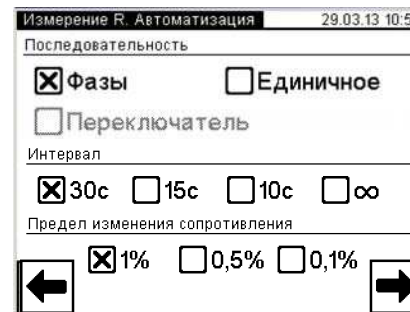
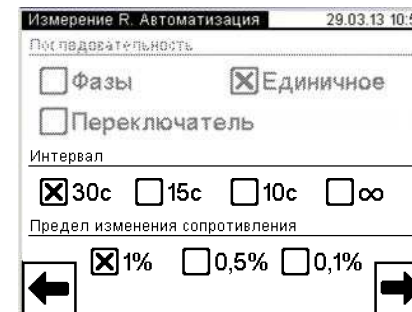
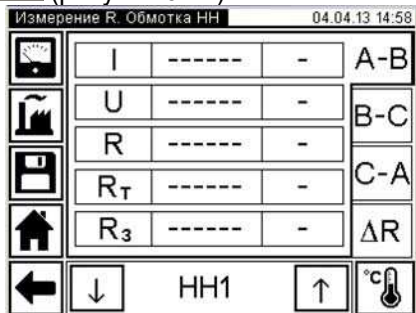
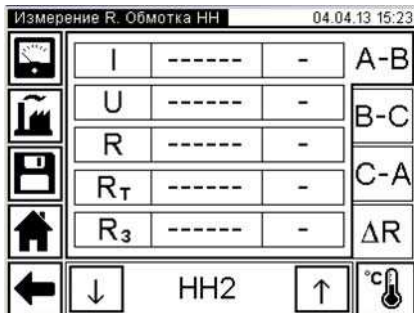

Рисунок 6.18
Рисунок 6.19
Рисунок 6.22
Рисунок 6.23
Если в окне "Измерение R. Тестовый ток" (рисунок 6.15) был выбран вариант "Другое значение", то после нажатия кнопки  на экране появится окно "Измерение R. Ввод тестового тока" (рисунок 6.16). Ввести другое значение тестового тока, для чего нажать в поле "I" в окне "Измерение R. Ввод тестового тока" и ввести данные в поле для ввода, нажимая соответствующие кнопки с цифрами (рисунок 6.16). При необходимости воспользоваться кнопкой  – удаление символа перед курсором. По окончании ввода для перехода в окно "Измерение R. Автоматизация" нажать кнопку  (рисунок 6.16). Если измеряется сопротивление обмоток трехфазного трансформатора, то на экране появится окно (рисунок 6.17), если однофазного трансформатора – окно (рисунок 6.18).
12) При измерении сопротивления обмоток трехфазного трансформатора необходимо выбрать вариант последовательности выполнения измерений. Для выбора варианта автоматического последовательного измерения сопротивления всех фаз трансформатора нажать в поле "Фазы" в окне "Измерение R. Автоматизация" (рисунок 6.18). Вариант "Единичное" целесообразно использовать для повторного измерения сопротивления одной и той же обмотки.
на кнопку  (рисунок 6.18 или рисунок 6.19). Если измеряется сопротивление обмоток трехфазного трансформатора, то на экране появится окно (рисунок 6.20), если однофазного трансформатора – окно (рисунок 6.21), если трансформатора с расщепленной обмоткой – окно (рисунок 6.22)
17) Если измеряется сопротивление обмоток трансформатора с расцепленной обмоткой, то необходимо ввести заводские значения сопротивления R_3 и температуры T_3 , текущее значение температуры T для обмотки НН2, для чего в окне "Измерение R. Обмотка НН" (рисунок 6.22) нажать на кнопку  и перейти в окно (рисунок 6.23), затем выполнить п.п.14-15.
Если в окне "Измерение R. Автоматизация" (рисунок 6.18) был
Если в окне "Измерение R. Автоматизация" (рисунок 6.18) был выбран вариант "Единичное", то для выполнения измерения нажать на вкладке с названием обмотки, сопротивление которой будет из-